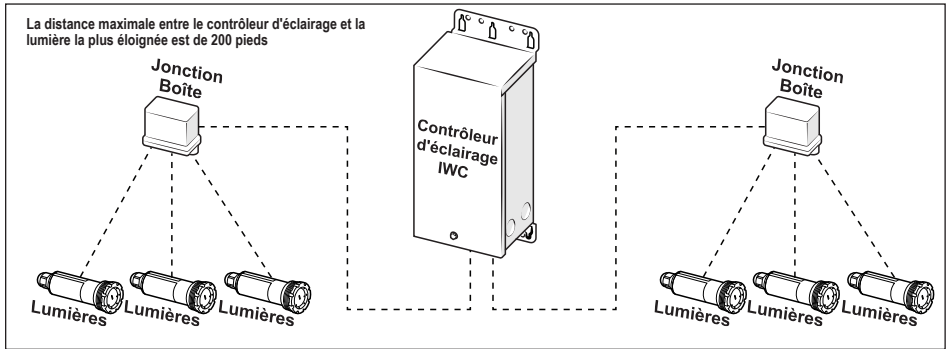

Figure 2. Réseau de distribution étoilé
- Dans la mesure du possible, privilégiez une distribution d'énergie en réseau en étoile. (Voir la figure 2)